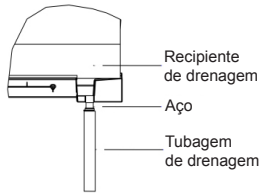

Fig. 21
- (1). Para determinar a posição da mangueira de drenagem, realize os seguintes procedimentos.
- (2). Insira a tubagem de drenagem na saída de drenagem do equipamento e, em seguida, aperte devidamente a abraçadeira com fita (Fig. 21).
- (3). Ligue a tubagem de drenagem de extensão à tubagem de drenagem e, em seguida, aperte a abraçadeira com fita.